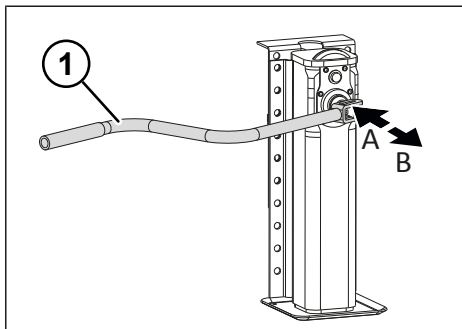

Рис. 5-5: Движение с нагрузкой и быстрый ход задней опоры
- ▶ Включите быстрый ход, вытянув кривошипную рукоятку (см. "Рис. 5-5: Движение с нагрузкой и быстрый ход задней опоры", стр. 30).
- ▶ Включите движение с нагрузкой, вдавив кривошипную рукоятку (см. "Рис. 5-5: Движение с нагрузкой и быстрый ход задней опоры", стр. 30).
- ▶ Установите движение с нагрузкой, вдавив кривошипную рукоятку (см. "Рис. 5-5: Движение с нагрузкой и быстрый ход задней опоры", стр. 30).
- ▶ Установите быстрый ход, вытянув кривошипную рукоятку (см. "Рис. 5-5: Движение с нагрузкой и быстрый ход задней опоры", стр. 30).